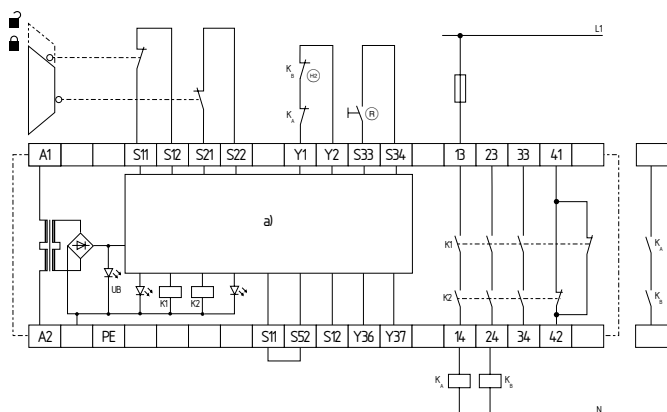

Abb. 2
**Zweikanalige Ansteuerung, dargestellt am Beispiel einer Schutztürüberwachung mit zwei Positionsschaltern, davon ein Kontakt zwangsöffnend; mit externem Reset-Taster (R) (siehe Abb. 2)**
- (R) = Rückführkreis